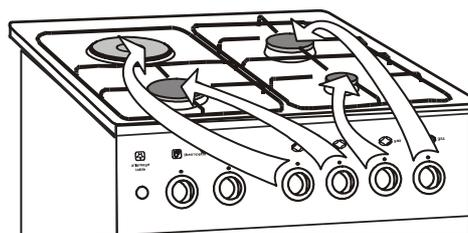

Figure 9 Sélecteurs et brûleurs correspondants
- La figure 9 illustre les manettes et les brûleurs correspondants.